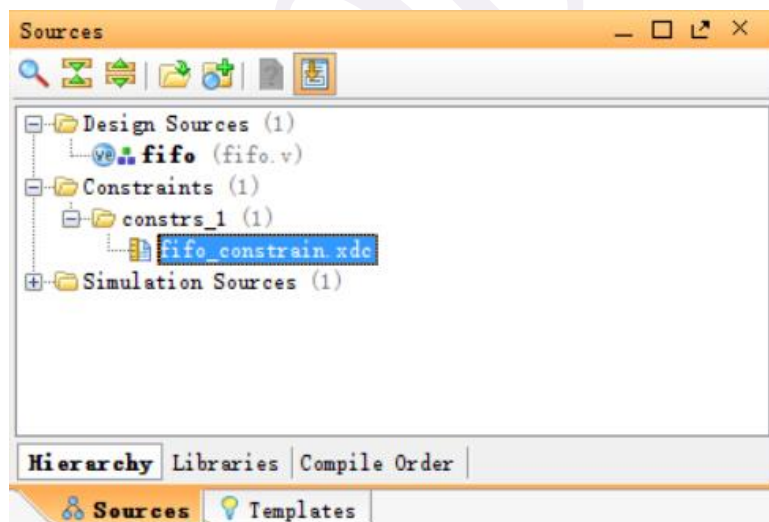

图 5-1-18 展开约束文件 fifo_constrain.xdc
(1) 在资源窗口 sources 中，可以通过双击查看设计文件 fifo.v。
(2) 在资源窗口 sources 中，展开约束文件夹，如图 5-1-18 所示，然后双击打开 fifo_constrain.xdc 进入文本编辑模式；